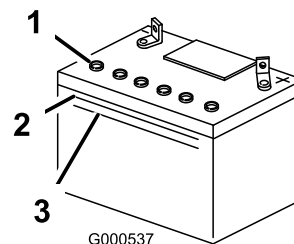

Figura 39
3. Osservate il fianco della batteria. L'elettrolito deve raggiungere la linea **superiore** (Figura 39).
Non lasciate scendere l'elettrolito sotto la linea inferiore (Figura 39).
5. Togliete i tappi di spurgo dalla batteria (Figura 39).
6. Aggiungete lentamente acqua distillata in ogni elemento della batteria finché l'elettrolito non raggiunge la linea superiore (Figura 39) sulla scatola della batteria.
7. Attendete 5 o 10 minuti dopo avere riempito gli elementi della batteria. All'occorrenza, aggiungete acqua distillata finché l'elettrolito non raggiunge la linea superiore (Figura 39) sulla scatola della batteria.